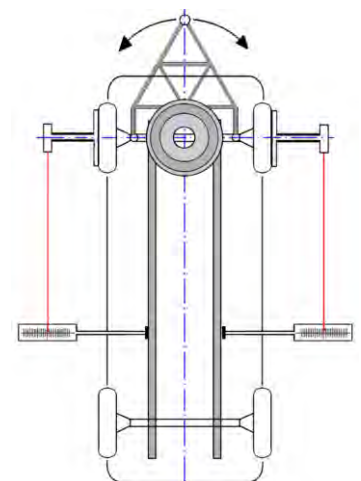

Abb. 14
- Die Fahrzeugachse an der Deichsel soweit ausgerichtet, dass der Laserstrahl auf beide Seiten auf der Skala den gleichen Wert anzeigen. (Abb.14)